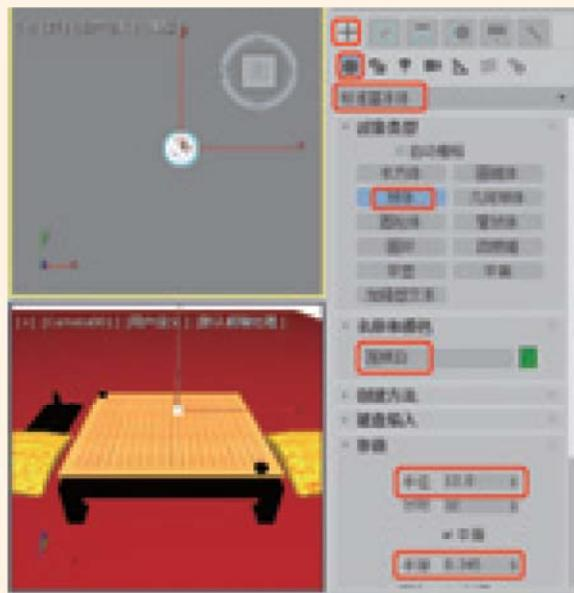

图4-87 创建球体
- 02 选择【创建】|【几何体】|【标准基本体】|【球体】工具，在【顶】视图中创建一个【半径】为13，【半球】为0.345的半球，并将其重新命名为“围棋白”，如图4-87所示。